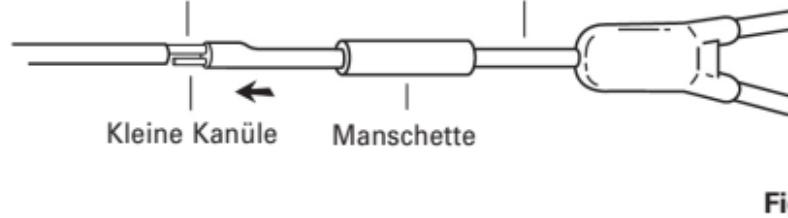

Fig. 3
3. In den Enden des Ersatzkatheters sitzen eine kleine (kurzes Ende) und eine große (langes Ende) Metallkanüle. Schieben Sie die große Metallkanüle etwas in das große Lumen des Katheters (Fig. 3). **HINWEIS:** Bei den 5.0- und 10.0-French-Kathetern sind diese beiden Kanülen gleich groß.